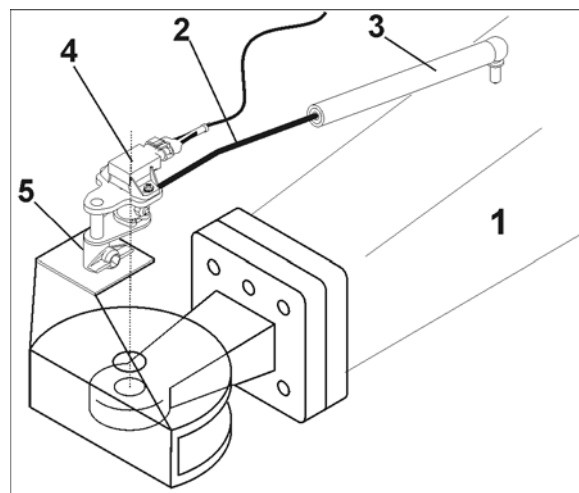

Fig. 45
AutoTrail-styrereguleringen benyttes til å la sprøyten følge automatisk og nesten helt nøyaktig i traktorsporet. Systemet måler trekkstangens vinkel (Fig. 45/1) i forhold til traktorens kjøreretning.
1. Sett vinkelstangen (Fig. 45/2) i plasthylsen (Fig. 45/3).
2. Sett dreievinkelsensoren (Fig. 45/4) i festet (Fig. 45/5).